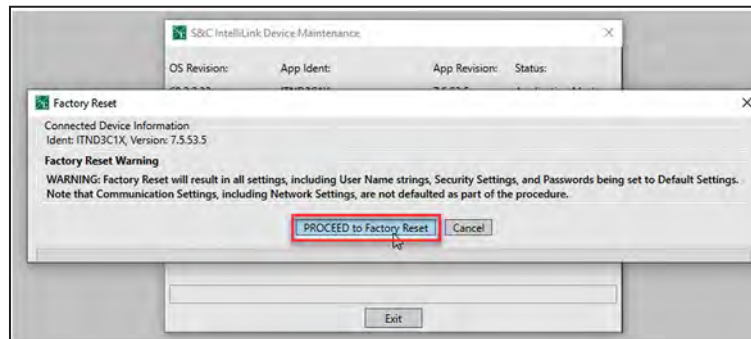

Figura 127. Botão para Prosseguir com o Rearme de Fábrica.
**PASSO 5.** Clique no botão **Proceed to Factory Reset** (Prosseguir com o Rearme de Fábrica) quando solicitado. Ver Figura 127.